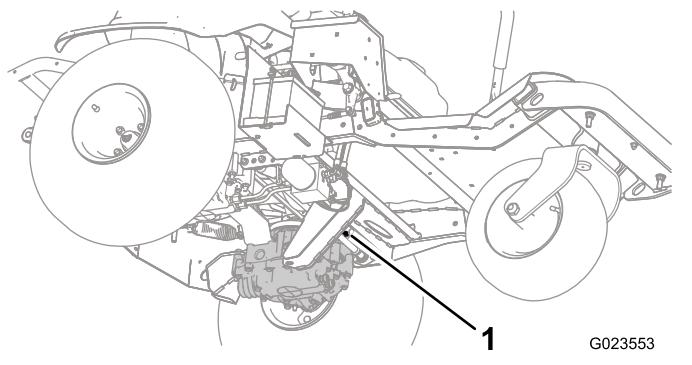
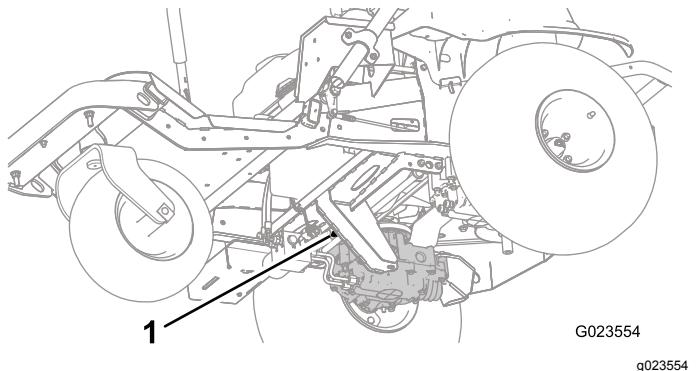
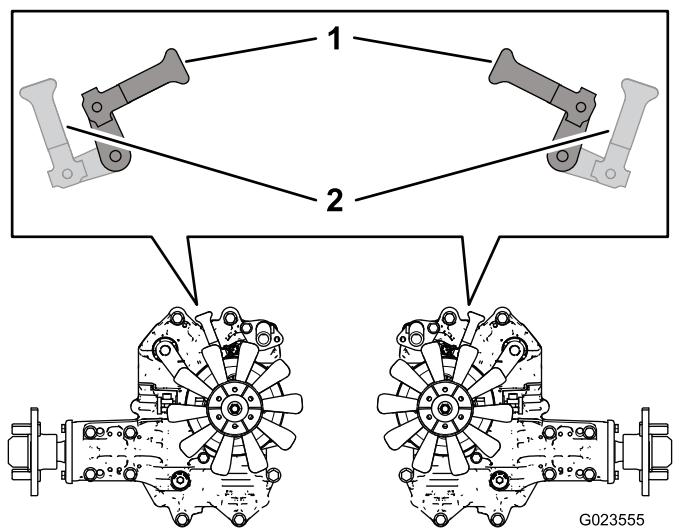

Bild 27
Bild 28
Bild 29
2. Drehen Sie die Sicherheitsventilhebel (Bild 27 und Bild 28) unter der Maschine so, dass sie nach innen zur Mitte der Maschine (Bild 29) zeigen, und lösen Sie die Feststellbremse, siehe Verwenden der Feststellbremse \(Seite 23\).
3. Drehen Sie die Sicherheitsventilhebel nach dem Schieben oder Abschleppen der Maschine so, dass sie zur Vorderseite der Maschine zeigen, damit Sie mit der Maschine fahren können (Bild 29).